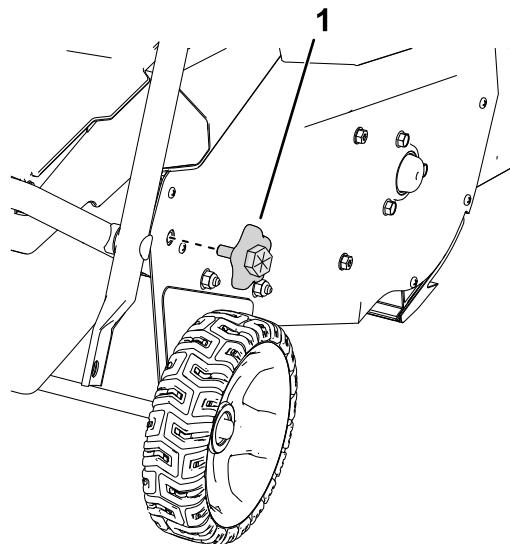

Figura 5
4. Retire los pomos del manillar inferior de ambos lados de la máquina (Figura 5).